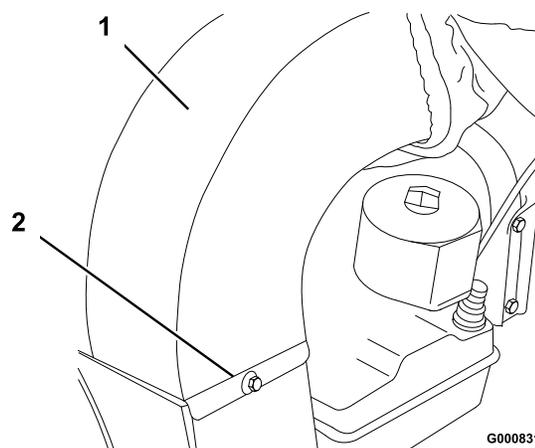

Figure 8
- Montez l'éjecteur et fixez-le avec un boulon (1/4 x 1/2 pouce) et une rondelle-frein (1/4 pouce) (Figure 8).